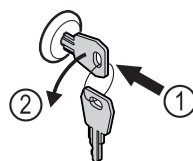

Fig. 174
- Insérer la clé. Fig. 174 (1)
- Tourner la clé à 90° dans le sens antihoraire. Fig. 174 (2)